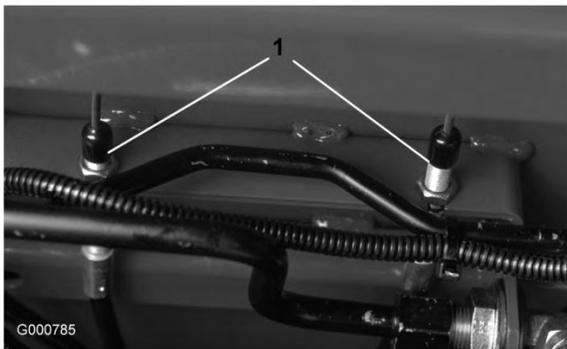

図 74
2. ブレーキの踏みしろの遊びを減らすには、まず、ブレーキ・ケーブル（図 74）の端にある前ナットをゆるめる。次に、後ろナットを締めてケーブルを後ろへ引く。行きしろが 13 mm～25 mm になるように調整する。調整ができれば前ナットを締める。